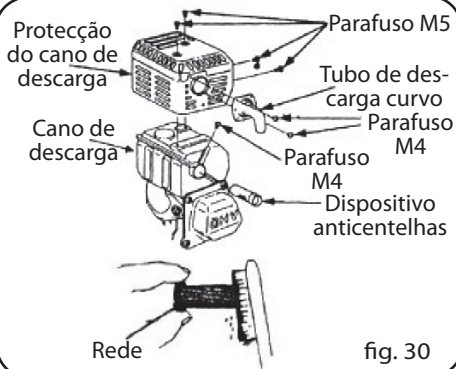

fig. 30
- Afrouxar as duas porcas M4 e retirar o tubo de descarga curvo pelo corpo do motor (Fig. 30).